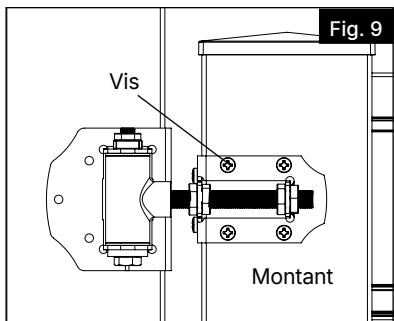

Fig. 9
- Marquer l'emplacement des trous et percer des avant-trous de $\frac{3}{32}$ po (2,4 mm) sur le haut et le bas du montant. Fixer la charnière supérieure à l'aide de six vis de 1½ po (38,1 mm) (fournies avec la charnière) (Fig. 9). Répéter l'opération pour la charnière inférieure.